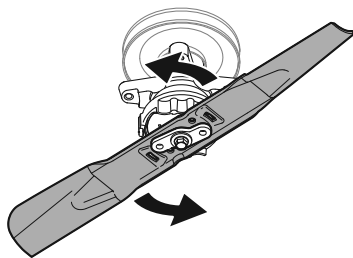

Figure 46
- Placez la bague de verrouillage vers le haut et tournez la lame vers la gauche pour la dégager de la bague. Voir Figure 46.